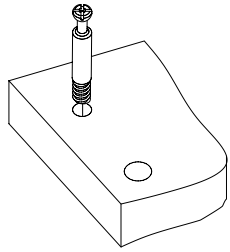
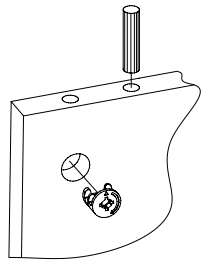

Рис.4
Рис.5
3. Вкрутить шпильки минификсов в детали 3, 4, 5, 6, 7, 8 (Рис. 4). Затем вставьте головки минификсов и шканты в детали 5, 6, 7, 8, 9, 10, 11 (Рис. 5).